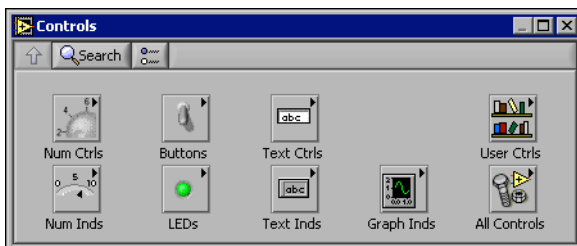

Figura 1-4. Paleta Controls
1. Si la paleta **Controls**, mostrada en la Figura 1-4, no es visible en el panel frontal, seleccione **Window»Show Controls Palette** para desplegarla.